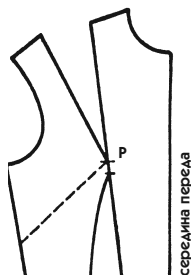

Рис. 121
1. Скопируйте базовое лекало переда лифа. Закройте вытачку. Приложите к фигуре и наметьте новую вытачку к линии бокового среза (рис. 121).